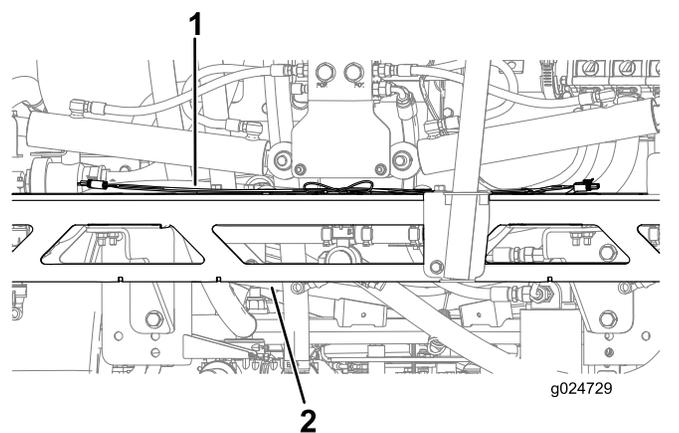

Figura 12
2. Disposizione del cablaggio preassemblato lungo il canale del telaio della barra (Figura 12).